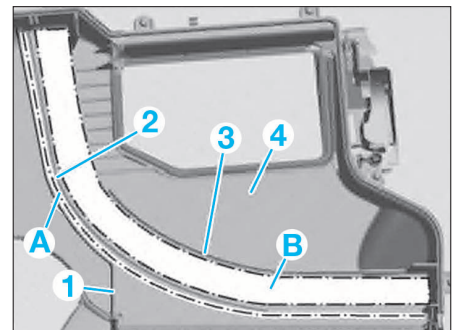

FIG. 5
- Insérer le rebord entre les guides (1) et (2), dans la zone (A) (Fig.5).
- Insérer le filtre entre les guides (2) et (3), dans la zone (B) (Fig.5).